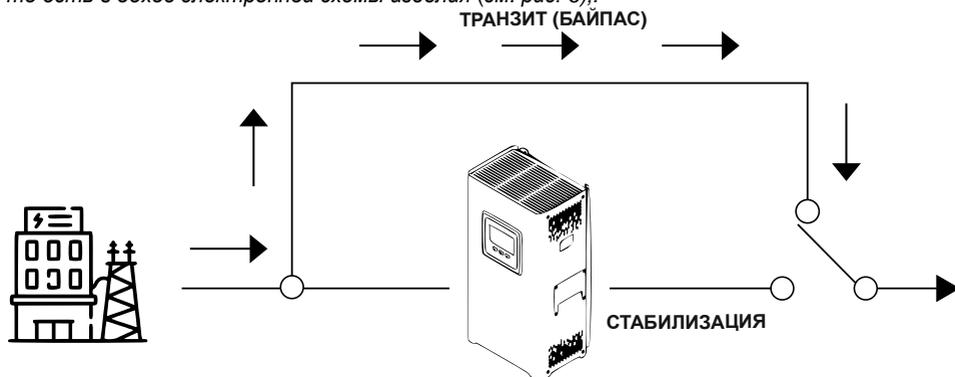

Рисунок 6 - Иллюстрация режима транзит (байпас).
*Примечание: *Режим транзит (байпас) — дополнительная опция стабилизаторов напряжения, позволяющая скоммутировать входное сетевое напряжение сразу на нагрузку, то есть в обход электронной схемы изделия (см. рис. 6);*